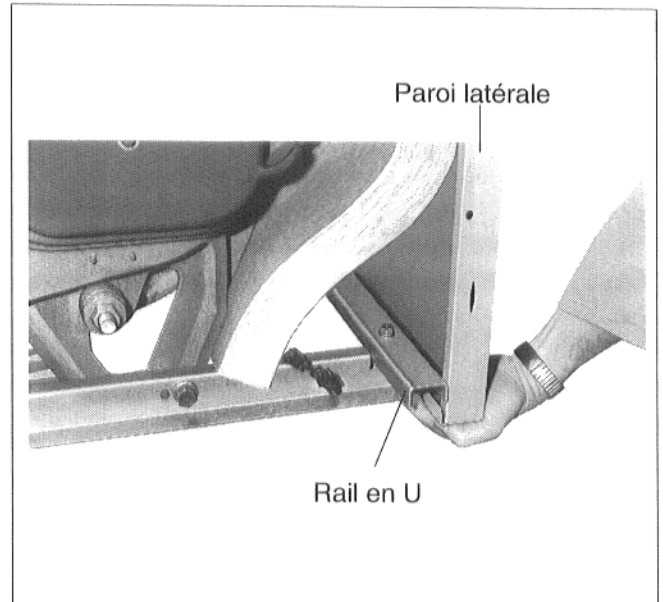

Fig. 42
- Placer la main en bas sous la paroi latérale, soulever le rail en U, presser légèrement les parois latérales contre le bloc de la chaudière et accrocher le rail en U dans le rebord de la paroi latérale (Fig. 42).